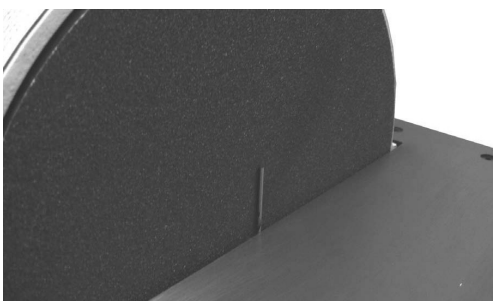

Fig. 05
4. Si può utilizzare la punta con diametro 1,6 mm come distanziale. Posizionare la punta tra il disco ed il bordo interno della tavola. Spingere la tavola contro la punta 1,6 mm e stringere bene le 4 viti. (Vedi Fig. 05).